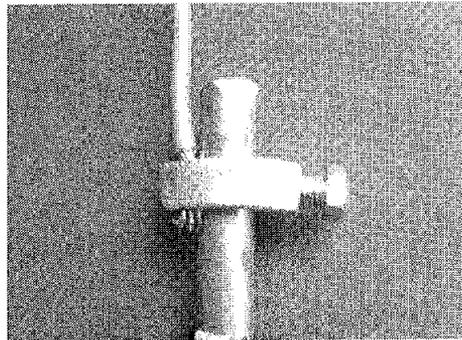

FIG. 13
- b) Entierre la varilla copperweld cerca del interruptor y conecte con el cable del número 8 al cabo verde del cable de uso rudo (fig. 13).